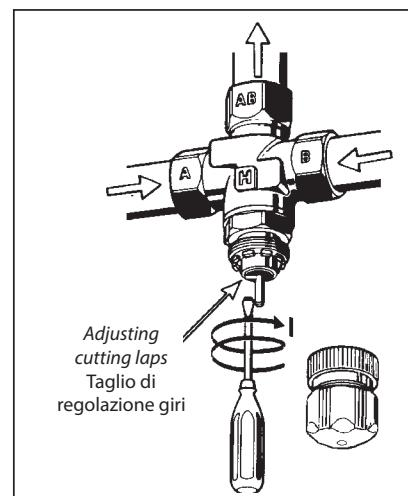

Fig. 2
- Screw the rubber cap down until it stops (Fig. 2). This will be the widest position for the bypass:
- con un cacciavite avvitare a fondo la bussola in gomma (Fig. 2). Questa sarà la posizione di massimo by-pass: numero giri = 0 = TB max consentita ($110^\circ C$)